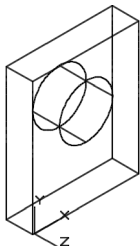

图 14-15 绘制圆孔
3) 选择“创建”面板→“圆柱体”命令。输入圆心位置“20,30”，圆半径 10，高度“-10”，（注意高度的延伸为 Z 轴的反方向）支撑板圆孔绘制结果如图 14-15 所示。